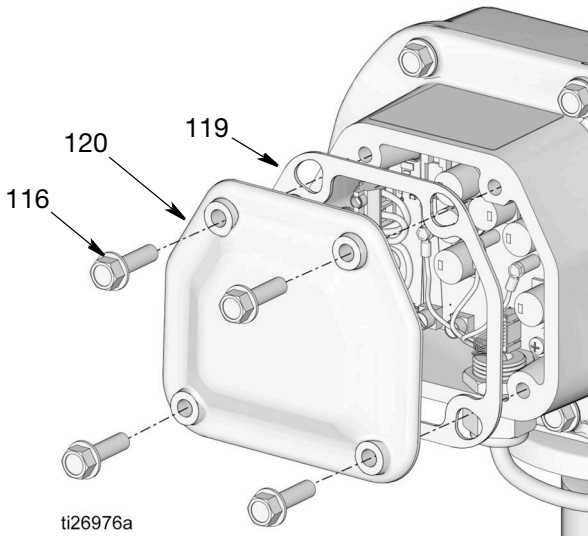

图 65
5. 卸下电机控制盒盖 (120) 上的螺丝 (116) 并卸下盖板和垫圈 (119) (图 65)。